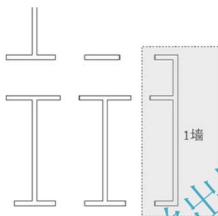

图 2.137 选择要合并的墙线
② 在**选定的对象不是多段线,是否将其转换为多段线? <Y>:**提示下,按 Enter 键执行尖括号内的默认值“Y”,表示要将 1 墙外墙线转化为多段线。
③ 在**输入选项 [闭合(C)/合并(J)/宽度(W)/编辑顶点(E)/拟合(F)/样条曲线(S)/非曲线化(D)/线型生成(L)/放弃(U)]:**提示下,输入“J”后按 Enter 键,表示要执行【合并】子命令。
④ 在**选择对象:**提示下,按照图 2.137 所示选择对象后按 Enter 键,以确定将要合并的墙。通过①~④步的操作,把选择的 11 条线和 1 墙外墙线连成了一根封闭的多段线。